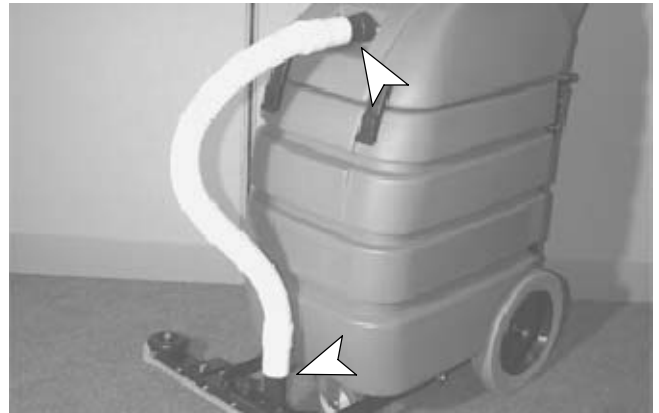

FIG. 6
11. Branchez le tuyau d'aspiration de 838 mm sur le bloc de raclage et sur le rebord du couvercle de la machine (Figure 6).